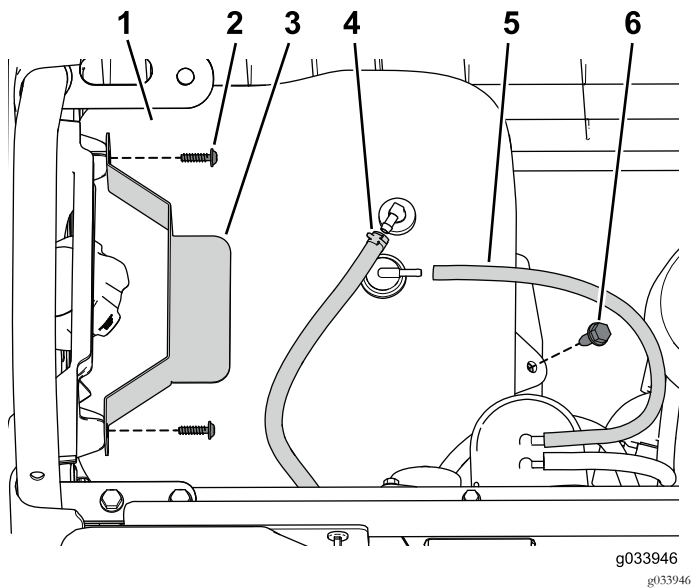

Bild 49
1. Setzen Sie den Kraftstofftank in das Tankfach (Bild 49).
- Schließen Sie den Entlüftungsschlauch und die Kraftstoffleitung am Tank an (Bild 49).
- Befestigen Sie die Befestigungsplatte mit den vorher entfernten Befestigungen (Bild 49).